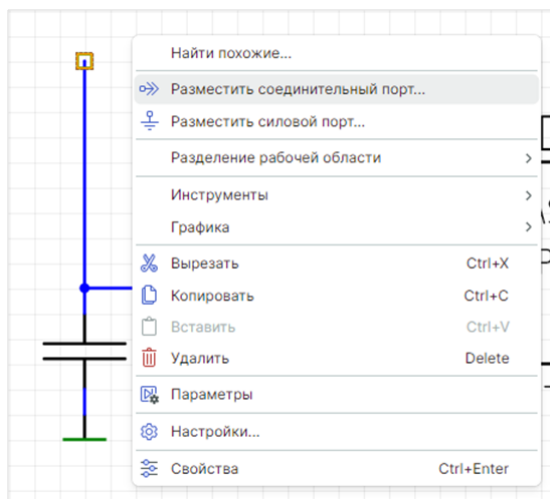

Рис. 143 Контекстное меню для свободного окончания цепи
1. Выделите символ свободного окончания цепи, вызовите контекстное меню и выберите команду «Разместить соединительный порт», см. Рис. 143.